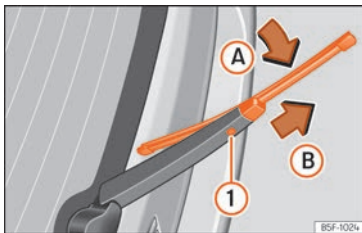

Abb. 189 Scheibenwischerblatt der Heckscheibe auswechseln.
- Das Wischerblatt leicht drehen »» (Abb. 189) (Pfeil **A**).